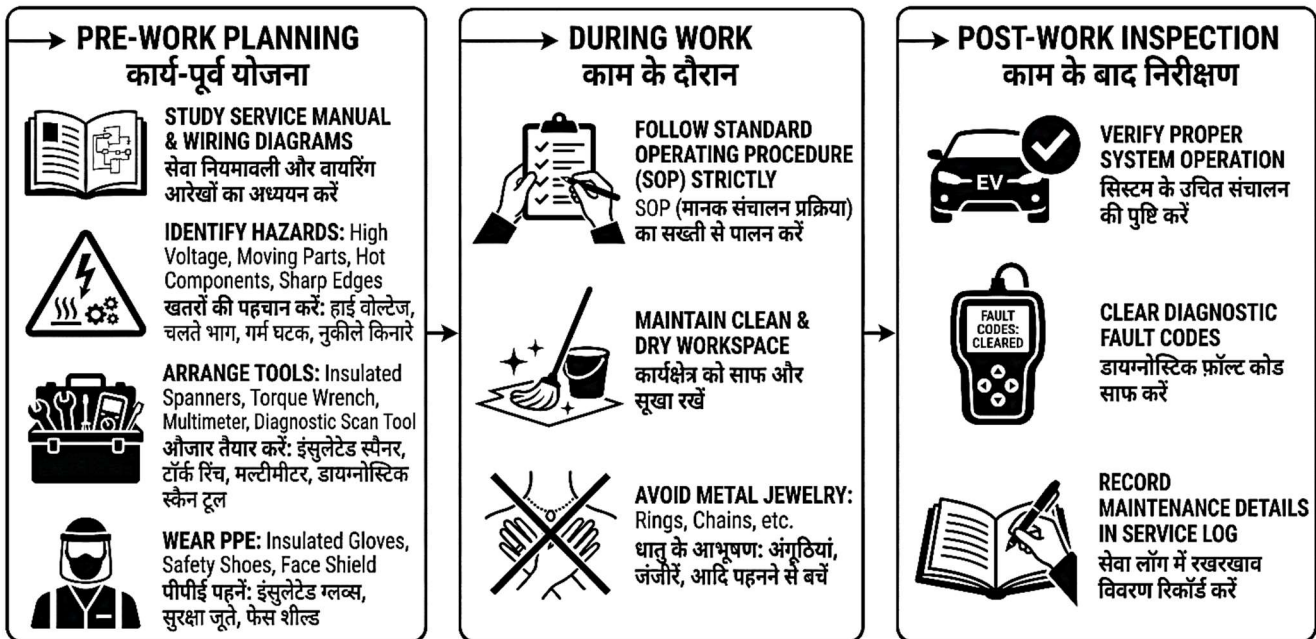

Fig. 6.6: EV Service Safety Guidelines | ईवी सेवा सुरक्षा दिशानिर्देश
6.6.1 Pre-Work Planning (Fig.6.6)
6.6.1 कार्य-पूर्व योजना (Fig.6.6)